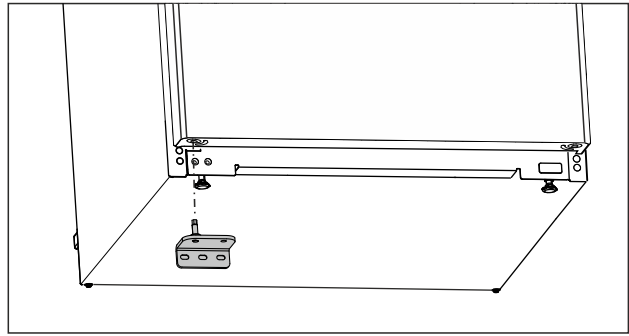

Fig. 20
- ▶ Montați suportul de lagăr inferior pe partea opusă. (vezi Fig. 20)